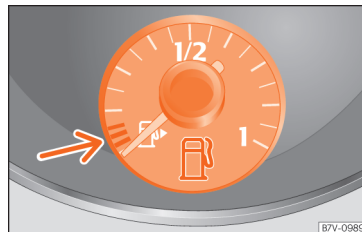

Abb. 78 Im Kombiinstrument: Kraftstoffvorratsanzeige für Benzin und Diesel. »
**Leuchtet auf.****Anzeige befindet sich im roten Bereich (Pfeil) »» Abb. 78**